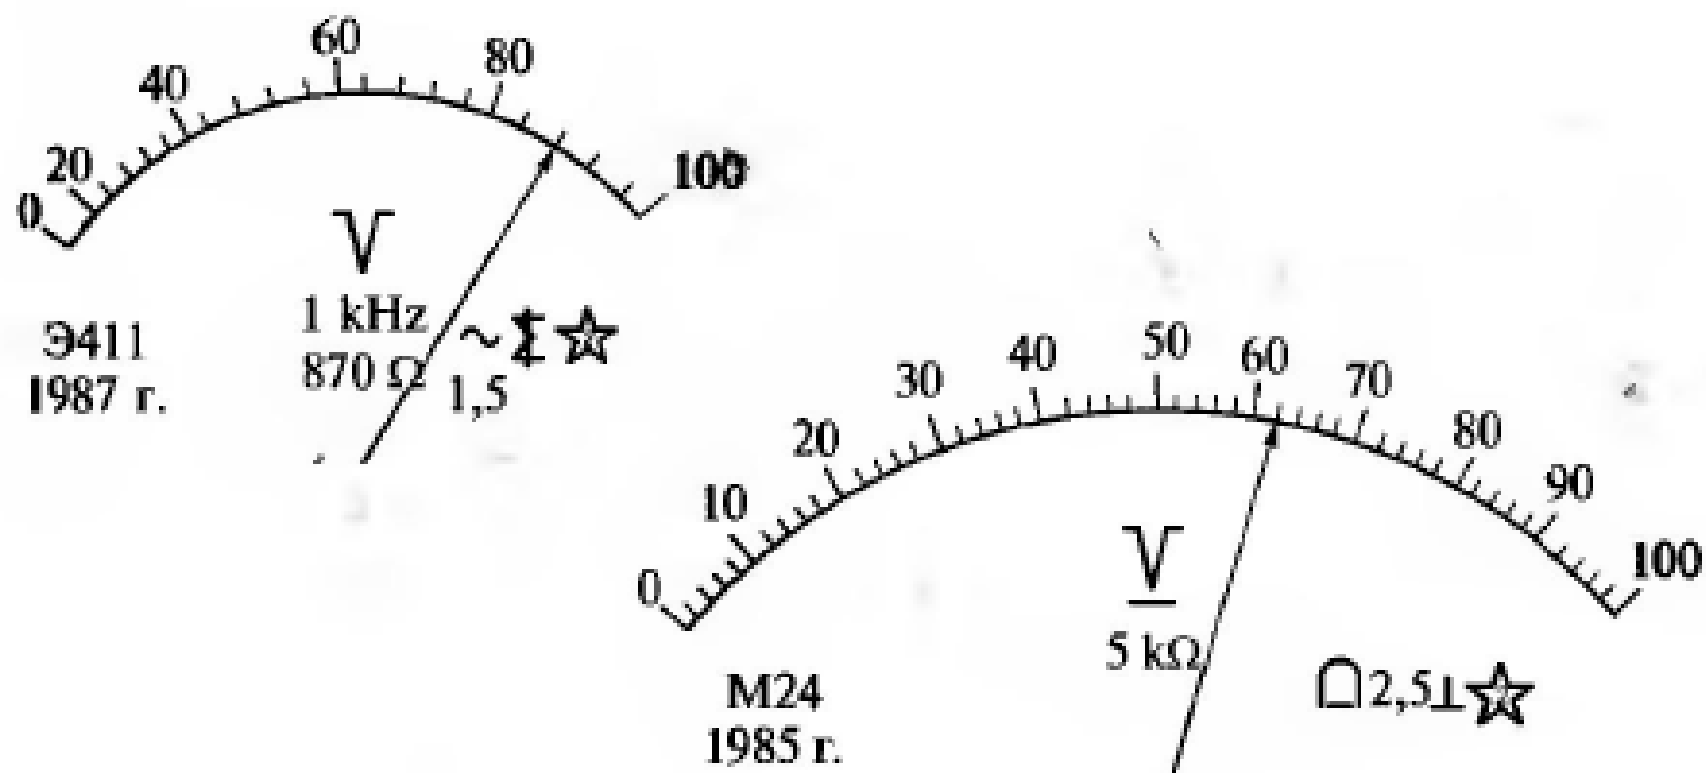

Рис. 3.6. Изображения шкал двух приборов к задаче 3.5
**3.5.** На рис. 3.6 представлены шкалы двух измерительных приборов.
4) определить значения измеряемых напряжений, соответствующих положениям стрелок на шкалах приборов, показанных на рис. 3.6.